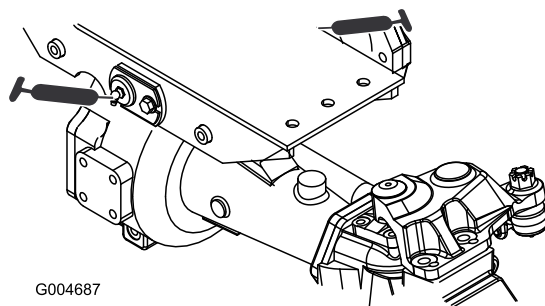

Figure 36
- Bagues de pivot d'essieux avant et arrière (2) (Figure 36)